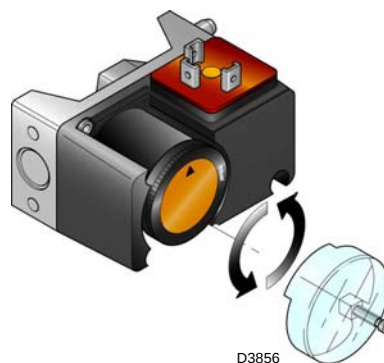

Fig. 41
- Regolare il pressostato gas di massima (Fig. 41) a fine scala.
Eseguire la regolazione del pressostato gas di massima dopo aver effettuato tutte le altre regolazioni del bruciatore con il pressostato gas di massima regolato a fine scala (Fig. 41).